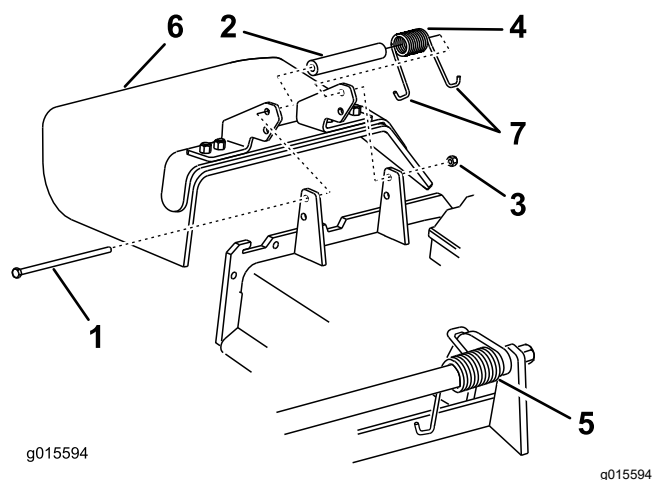

Figura 90
1. Îndepărtați contrapiulia, urubul, arcul și distanțierul care fixează deflectorul pe suporturile pivotante (Figura 90).
2. Îndepărtați deflectorul pentru iarbă deteriorat sau uzat (Figura 90).
Notă: Asigurați-vă că ai montat capătul în formă de J în spatele marginii punii, înainte de a monta urubul conform Figura 90.
6. Amplasati capătul în formă de J al arcului în jurul deflectorului pentru iarbă (Figura 90).